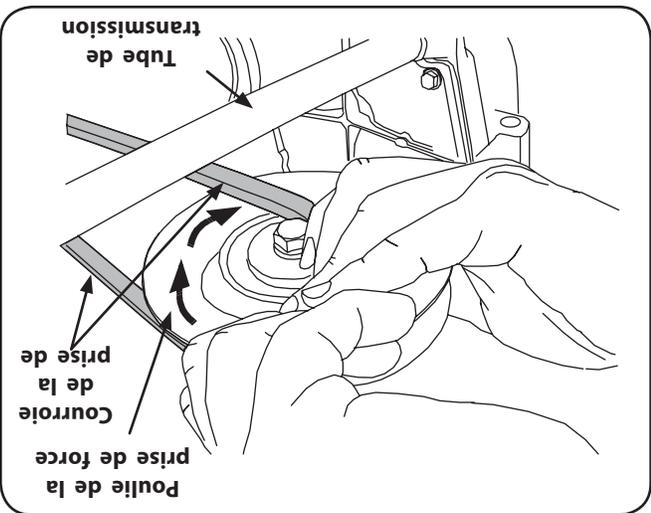

Figure 7-4
4. Tirez le côté droit de la courroie vers l'arrière et placez le côté en V de la courroie dans la gorge avant droite de la poulie de la prise de force. Voir la Figure 7-4.
- REMARQUE :** Si vous tirez sur le côté droit de la courroie, la poulie va tourner vers la gauche. Tenez la courroie et continuez à tourner la poulie de la prise de force jusqu'à ce que la courroie soit complètement dégagée de la poulie. Voir la Figure 7-4.